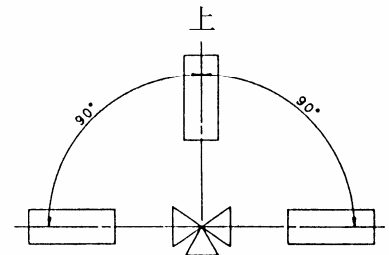

图 3-2.
- 在不得已的情况下允许在图 3-2 所示的范围内安装，但要注意不要将执行机构附件的排气口朝天放置。若控制阀在可能受到振动或外力作用的场合，请使用控制阀的附设支架或配管支架。